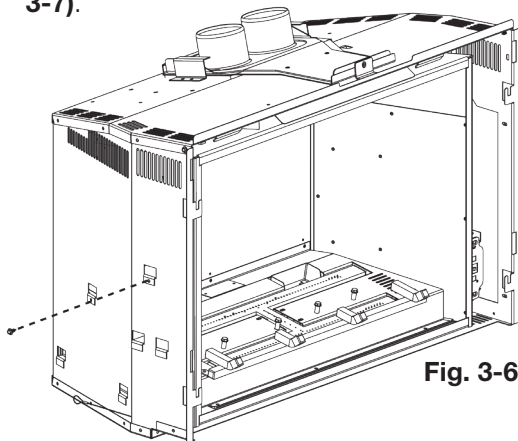

Fig. 3-6
2. Retirez la 1 vis servant à fixer le support en place (**Fig. 3-6**). Soulevez le support et sortez-le des fentes, en le soulevant à travers l'ouverture entre le chambre de combustion et l'enveloppe extérieure de l'appareil (**Fig. 3-7**).
5. Sécurisez la 1 vis pour fixer le support et le récepteur en place (**Fig. 3-6**).